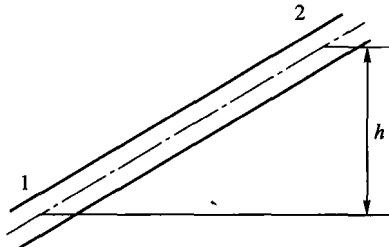

图 1.9
4. 如图 1.9 所示，一管道输送  $\rho = 900 \text{ kg/m}^3$  的液体，已知  $h = 15 \text{ m}$ , 1 处的压力为  $0.5 \text{ MPa}$ , 2 处的压力为  $0.45 \text{ MPa}$ , 求油液的流动方向。